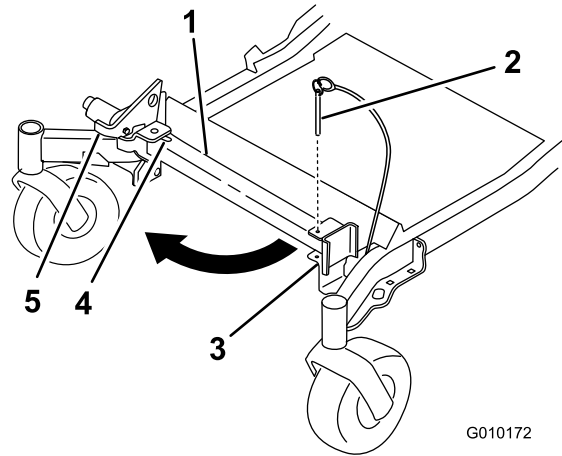
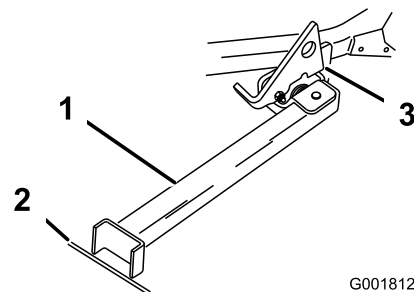

Figura 41
Figura 42
2. Retire el pasador del soporte (Figura 41).
3. Levante el enganche. Gire el pie del soporte hacia adelante, y deslice el soporte hacia la máquina, hasta que encaje en la parte de abajo de la ranura (Figura 41 y Figura 42).
4. Ponga el pie del soporte en el suelo con el enganche descansando sobre la pestaña de giro (Figura 42).
Nota: Para obtener los mejores resultados, coloque el pie del soporte en una ranura de la acera o en el césped (Figura 42).
6. Conduzca la máquina sobre el soporte. Pare cuando el enganche caiga por encima de la pestaña a la posición bloqueada (Figura 42). Una vez que esté sobre el soporte, ponga el freno de estacionamiento y apague el motor.
5. Ponga el soporte de nuevo en su posición de descanso (Figura 41).